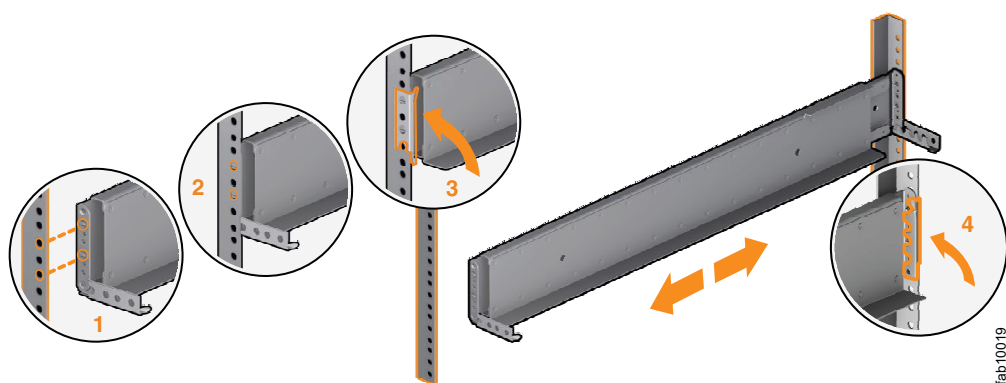

Figure 39. Fermeture des charnières de fixation
9. Fermez la charnière de fixation arrière pour solidariser la glissière avec la bride de l'armoire. (Voir figure 39.)
11. Fermez la charnière de fixation avant pour solidariser la glissière avec la bride de l'armoire. (Voir figure 39.)